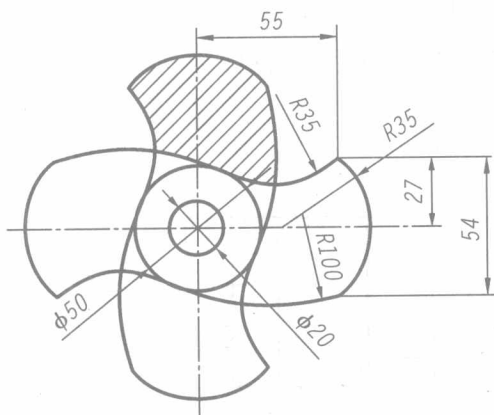

图 1-11 几何平面图形 4
16. 如图 1-11 所示, 根据图样要求绘制平面图形并求阴影面积。